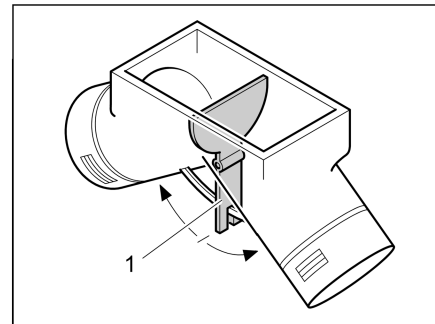

Fig. 109 Ventilateur à air pulsé, vanne de réglage en position intermédiaire
En position intermédiaire, l'air chaud se répartit uniformément sur les deux sorties à air chaud. Le levier de commande (Fig. 109,1) pour la vanne de réglage est installé sous le portillon de la penderie.
- Pousser le levier de commande (Fig. 109,1) dans le sens de la flèche jusqu'à obtention de la position désirée.